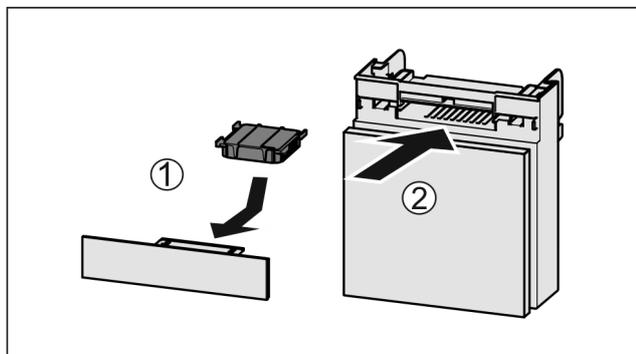

Fig. 32
- ▶ Aktivkohlefilter nach Abbildung einsetzen Fig. 32 (1).
- ▶ Fach einschieben Fig. 32 (2).